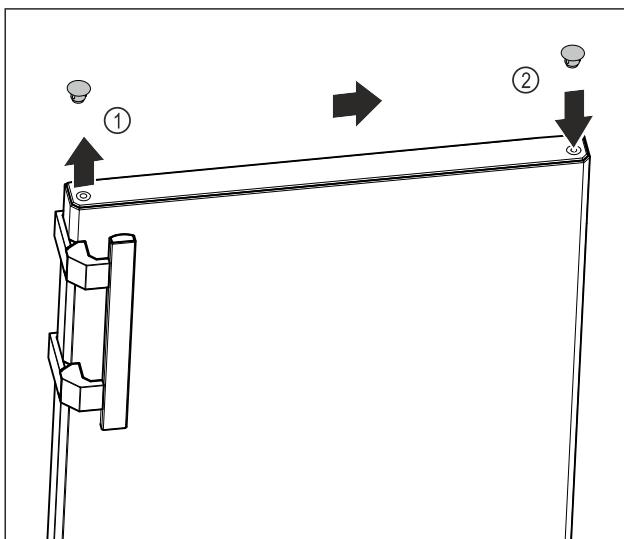

Fig. 17
- С плоска отвертка внимателно повдигнете покриващата тапа от горната страна на вратата Fig. 17 (1) и я извадете.
- Поставете покриващата тапа от другата страна. Fig. 17 (2)